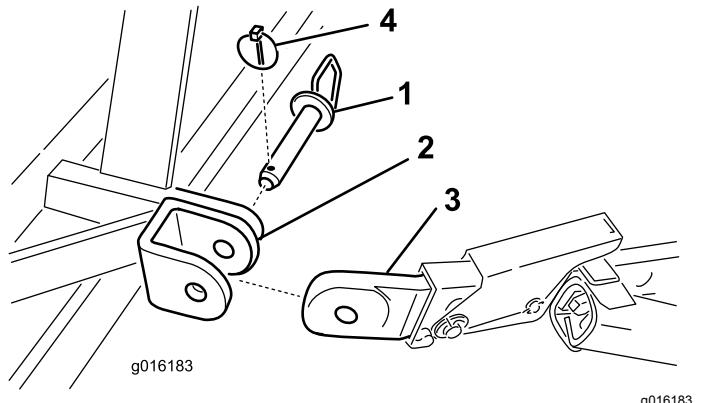

Figura 4
- Prenda os braços de articulação inferiores aos suportes de montagem do arejador com pinos de engate e pinos de sujeição (Figura 4).